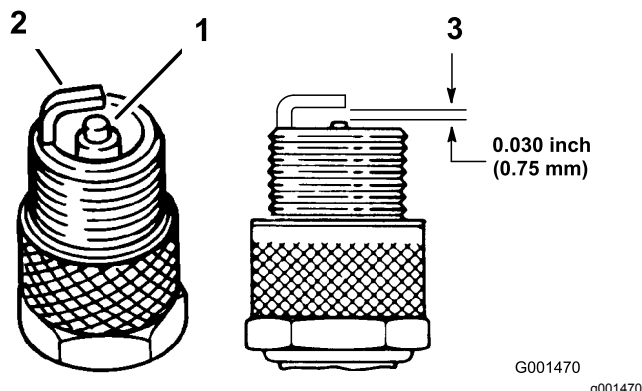

Рисунок 26
1. Осмотрите середину каждой свечи зажигания (Рисунок 26). Наличие на изоляторе светло-коричневого или серого налета говорит о том, что двигатель работает должным образом. Черный налет на изоляторе обычно означает, что загрязнен воздухоочиститель.
3. Проверьте зазор между центральным и боковым электродами (Рисунок 26). Если зазор неправильный, отогните боковой электрод (Рисунок 26).
3. Присоедините провода к свечам зажигания (Рисунок 26).